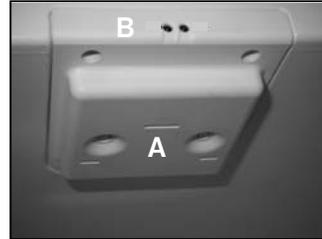
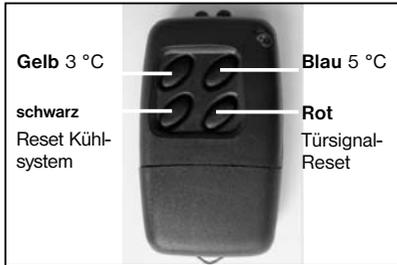

Abbildung 6.
Abbildung 9.
Es ist möglich, den voreingestellten Wert mit der Fernbedienung zu modifizieren (Abbildung 9). Öffnen Sie bitte die Tür, und halten Sie die Fernbedienung direkt vor den Sensor der Türöffnung (Abbildung 6.B). Wählen Sie die gewünschte Temperatur aus, indem Sie entweder die gelbe Taste für 3°C, oder die blaue Taste für 5°C drücken.
Das Steuerungssystem kontrolliert nach jeder Abtauperiode (die erste Abtauperiode beginnt 39 Stunden nach dem Starten, später immer nach 24 Stunden) die Funktion, durch die Messung der Temperatur des Verdampfers. Wenn es ein Problem registriert, schaltet der Kühlschrank ab, und die LEDs fangen an, permanent zu blinken. Wenn es der Fall ist, passiert es am meisten wegen der Überlastung (zu viel warmes Lebensmittel und/oder Getränke sind darin), oder weil die Tür nicht gut geschlossen oder die Lüftung der Kühleinheit nicht einwandfrei ist und/oder der Kühlschrank nicht waagrecht steht. Kontrollieren Sie bitte diese, dann starten Sie nochmals den Kühlschrank, indem Sie die Fernbedienung (Abbildung 9) direkt nach dem Sensor der Türöffnung richten und die schwarze Taste drücken, oder ziehen Sie den Stecker aus der Steckdose für mindestens 10 Sekunden heraus, dann stecken Sie ihn wieder ein. Es startet neu das Gerät und es wird wieder funktionieren. Wenn das permanente Blinken zurückkommt, dann gibt es ein wirkliches Problem mit der Kühleinheit, und Sie müssen den Kontakt zu dem Dometic Service aufnehmen.
### 8.1.1. Innere LED Beleuchtung (gekühltes Fach) (Abb. 6.)
2. Setzen Sie anschließend das Türsignal zurück, indem Sie die Fernbedienung (Abb. 9.) auf den Türsensor richten und die rote Taste drücken (Abb. 6 B).